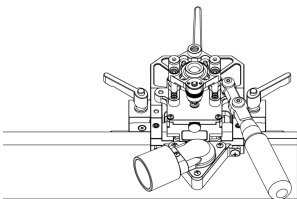

FIG. 11
4. Ensuite, fermez les deux poignées de fermeture ajustables de chaque côté du Pocket Mill Pro. (Voir figure 11.)